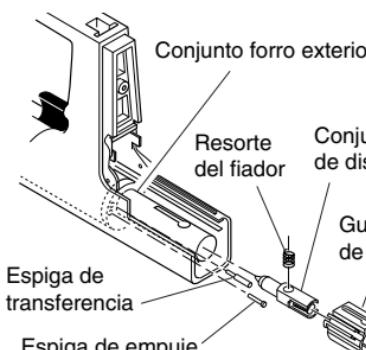

*Figura 17 - Colocación del gatillo y del conjunto trinquete*
1. Arme los componentes del trinquete y atorníllelos a la caja con un destornillador Phillips (vea la Figura 17).
2. Ponga el gatillo deslizándolo hacia la caja (vea la Figura 17).